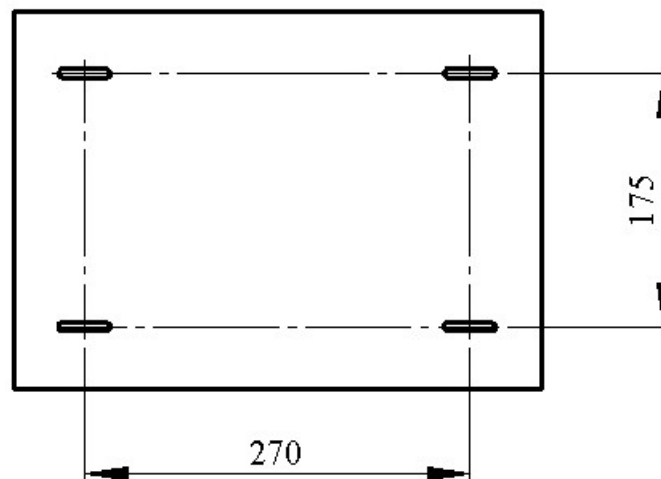

Рисунок 1 – Разметка для крепления ЩЗ-1
- в выбранном месте при помощи электроинструмента (перфоратора или дрели) проделать 4 отверстия размерами 6...10 x 30...35 мм (см. рисунок 1) на глубину 70–120 мм;